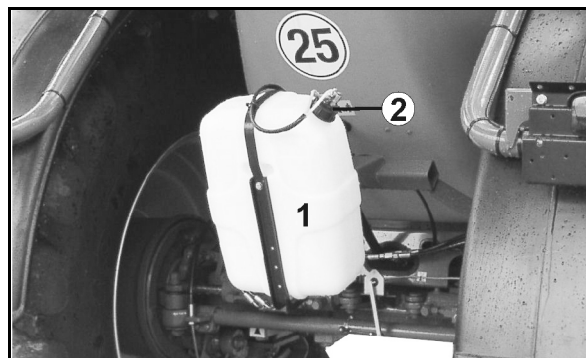

Fig. 124
- **Super-L-Gestänge Fig. 124/...**
- (1) Behälter
- (2) Schlitzschraube
- (3) Kompressor